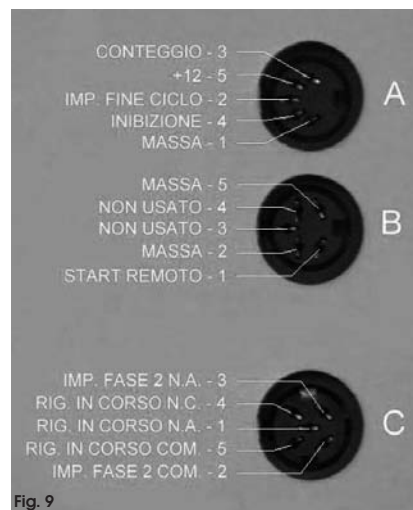

Fig. 9
In fig. 9 sono indicate le connessioni delle 3 prese DIN, da utilizzare come segue:
Per eseguire questa operazione ci sono due metodi: Il primo consiste nel mettere un resistore al posto della sonda nei morsetti 1 - 5 della presa DIN 270° (presa B) indicati in fig. 9.
- Il controller è inibito. Se si sta usando la presa DIN (Fig. 9), verificare che dentro la calotta del connettore non ci siano corto circuiti fra i morsetti.
The controller installation must be performed by qualified technical staff; the installation procedures must be performed when the device is off power. The device consists in an ABS case closed on front by a cover blocked with 4 screws. As an optional, a transparent cover is available that can be used as a keyboard protection. The controller is supplied by a 230 / 12 Vac transformer. Upon request, other types of transformer are available (Es. 115 / 12 Vac - 60 Hz). The right hand side of the case is opened where the DIN sockets are placed (Fig. 9).